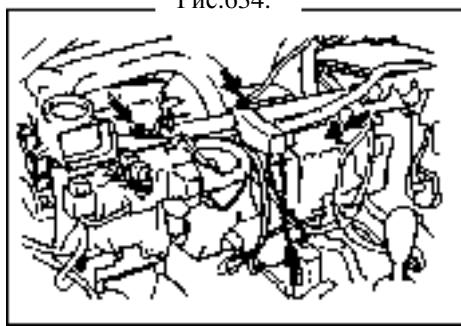

Рис.634.
40. Снимите раму панели [68000070] (рис.634).